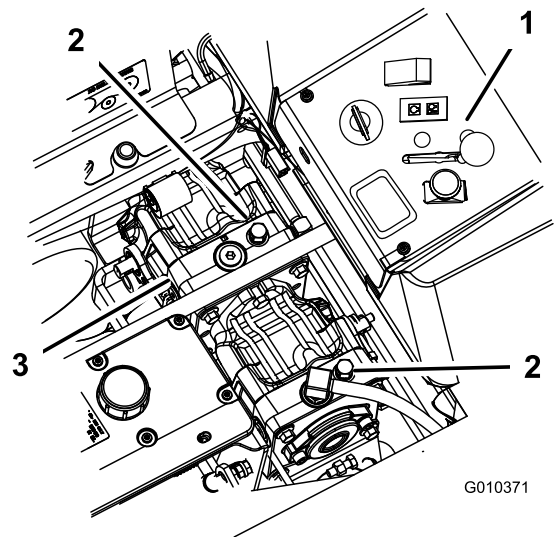

Figure 35
3. Tournez les vannes de dérivation d'un tour dans le sens antihoraire pour pousser la machine. Figure 35
Tournez les vannes de dérivation d'un tour dans le sens horaire pour conduire la machine (Figure 35).